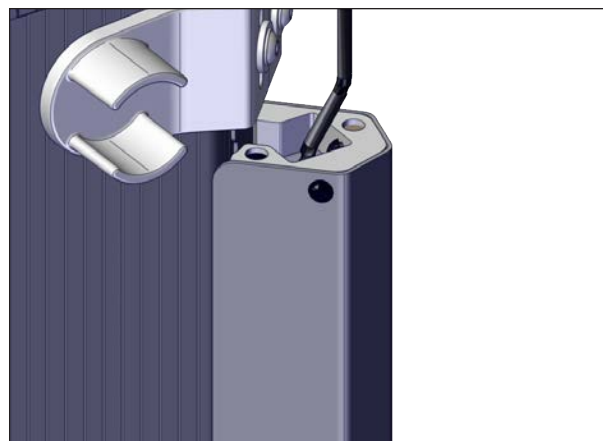

FIGURE 67: VÉRIFIER S'IL Y A DES DOMMAGES
1. Vérifier si le câble a été endommagé (coupures ou déconnexion du câble, etc.), voir Figure 67.